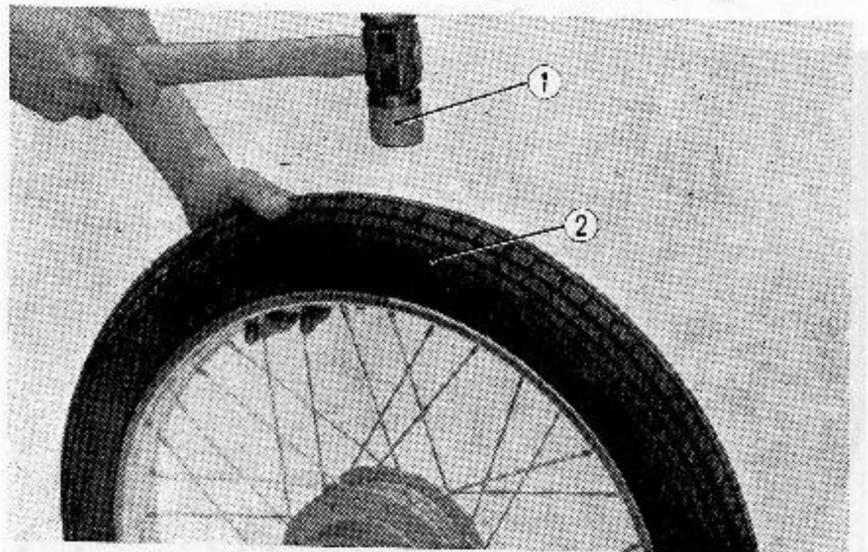

Abb. 4.69 Reifen leicht klopfen
c. Das Ventiel muß rechtwinklig zur Felge sitzen, da andernfalls Druckverlust eintreten kann. (Abb. 4.69)